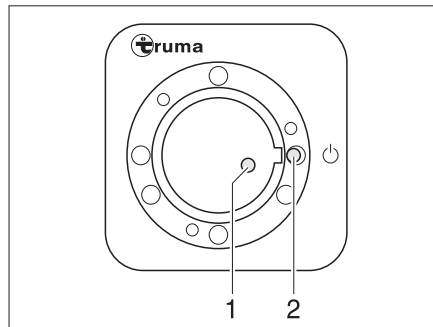
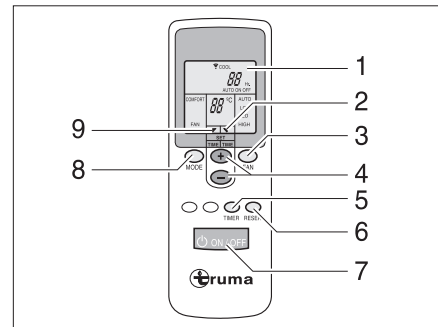

Fig. 220 Récepteur
Fig. 221 Télécommande
La télécommande (Fig. 221) et le récepteur (Fig. 220) pour la climatisation se trouvent dans le coin cuisine.
- Mettre en marche la télécommande à l'aide de l'interrupteur (Fig. 221,7). Le voyant de contrôle vert (Fig. 220,1) indique le mode de refroidissement.
- Régler le mode de fonctionnement souhaité à l'aide de la touche (Fig. 221,8).
- Régler si nécessaire la puissance de ventilation et la température de la pièce souhaitées à l'aide des touches (Fig. 221,3 et 4). La flèche (Fig. 221,9) indique le mode de réglage sélectionné.
- ▷ Sur le récepteur se trouve un interrupteur supplémentaire (Fig. 220,2) permettant de mettre en marche ou d'arrêter la climatisation sans télécommande. Lorsque la climatisation est mise en marche à l'aide de cet interrupteur, le mode de fonctionnement réglé sur la télécommande lors de la dernière utilisation est sélectionné automatiquement.
- Pour éteindre la climatisation, appuyer à nouveau sur la touche (Fig. 221,7) de la télécommande.
- Pour effectuer la programmation, allumer la climatisation à l'aide de la touche (Fig. 221,7) de la télécommande.
- Régler le mode de fonctionnement et la température de la pièce souhaités à l'aide des touches (Fig. 221,8, 3 et 4).
- Sélectionner à l'aide de la touche (Fig. 221,5) la fonction souhaitée (Fig. 221,1) :
- Sélectionner le temps de retard souhaité (de 1 à 15 heures) à l'aide des touches (Fig. 221,4). La flèche (Fig. 221,2) clignote et indique le mode de réglage.
- ▷ En appuyant sur la touche (Fig. 221,6), les réglages de la télécommande sont à nouveau envoyés au récepteur.